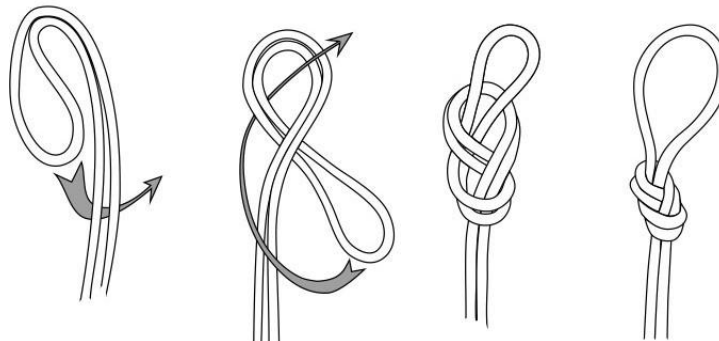

Figure E-12, Nœud en « double 8 »
- a. Réaliser un double nœud « en 8 » pour fixer la corde d'actionnement au mousqueton de la barre d'entraînement. Voir la Figure E-12.